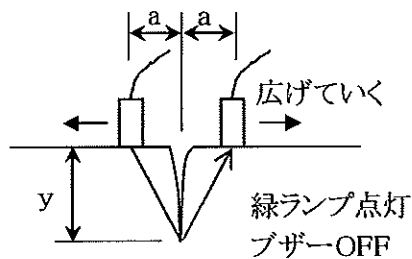

図1 $y > a$
③ひび割れを挟み、両センサーを左右に等間隔に押し当て(図1)、NEAR 緑ランプ点灯を確認します。
④徐々にセンサー間隔を広げていきます。